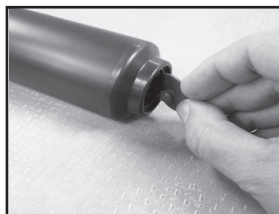

Figure 4
4. Inspecter le clapet anti-retour situé au fond du corps de pompe. En cas d'usure ou de dommages, le retirer et le remplacer en appuyant pour l'enfoncer dans le trou au fond du corps de pompe (**Voir la figure 4**).